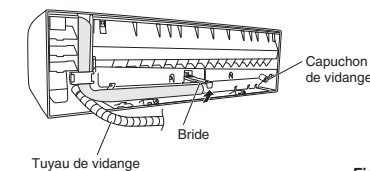

Fig. 3-99
- (a) Localiser le tuyau de vidange et le capuchon de vidange. (Fig. 3-99)
- (b) Enlever les vis fixant le tuyau de vidange sur le côté droit et tirer sur le tuyau de vidange pour le retirer. (Fig. 3-99)